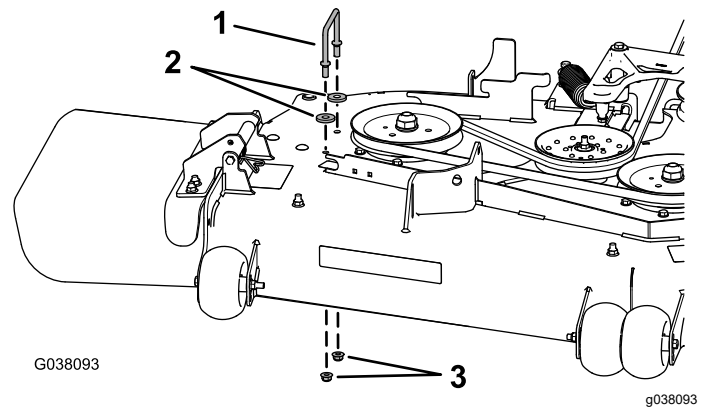

Figura 16
3. Retire el soporte de la cubierta derecha de la correa, **2 arandelas (carcasas de 152 cm solamente)**, y 2 tuercas con arandela prensada de la carcasa de corte (Figura 16).